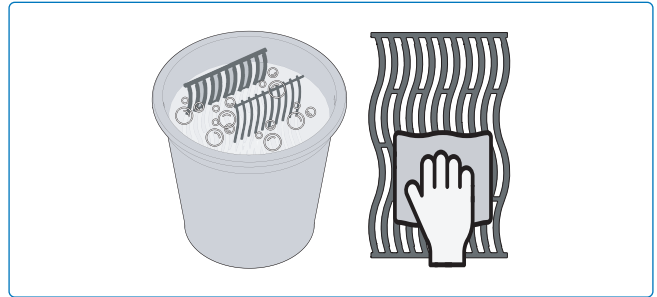

Fig. 17
2. Enjuague con agua caliente y seque completamente con un paño suave para evitar el óxido (**Fig 17**).